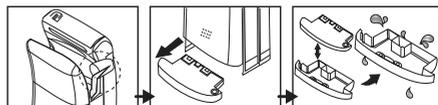

Рис. 9
2. Выньте дренажный бачок, не наклоняя его, как показано на рис. 9